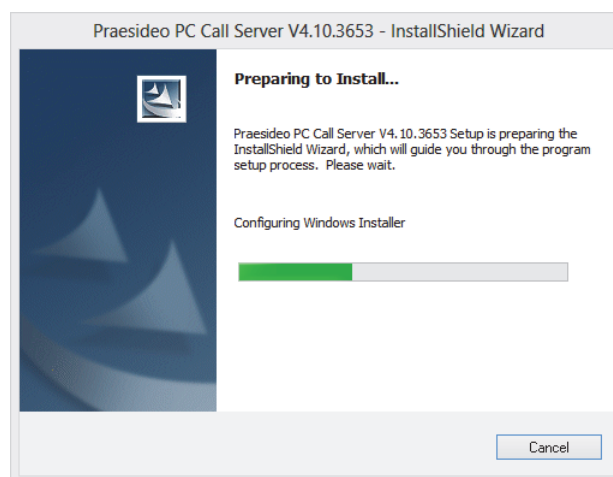

figura 60.1: Programa de configuração do *PC Call Server*
- 3 Clique no botão *Open* para iniciar o programa de configuração do *PC Call Server*. Aparece um ecrã semelhante ao da figura 60.1.
- 3 Clique no botão *Open* para iniciar o programa de configuração do *PC Call Server Configuration Client*. Aparece um ecrã semelhante ao da figura 60.1, mas agora relativamente ao PC Call Server Configuration Client.